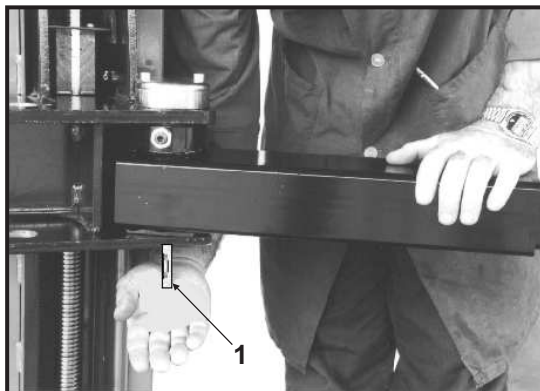

Fig.44 - Abb.44
6 - Verificare il corretto funzionamento del dispositivo di bloccaggio bracci, premendo verso l'alto il perno spingimolla (1) e ruotando il braccio in uno dei 2 sensi, così che dopo una breve rotazione il perno ritorni nella sua posizione (Fig.44).
6 - Check that the arm locking device functions correctly by pushing the spring pressure pin (1) upwards and turning the arm in either direction. The pin should fall after a brief rotation (Fig. 44).
6 - Vérifier le fonctionnement correct du dispositif de blocage des bras en poussant vers le haut la tige poussoir (1) et en tournant le bras dans un sens ou dans l'autre. En relâchant la tige poussoir, le bras doit se bloquer après une faible rotation (Fig. 44).
6 - Kontrollieren, daß die Armsperrvorrichtung einwandfrei funktioniert, indem der Federdrückstift (1) nach oben gedrückt und der Arm in eine der beiden Richtungen gedreht wird, sodaß der Stift nach einer kurzen Drehung in seine Position zurückkehrt (Abb.44).
6 -Comprobar el correcto funcionamiento del dispositivo de bloqueo de los brazos, empujando hacia arriba el perno para fijación resorte (1) y girar el brazo en cualquier dirección. Después de una breve rotación el perno volverá a su posición (fig. 44).